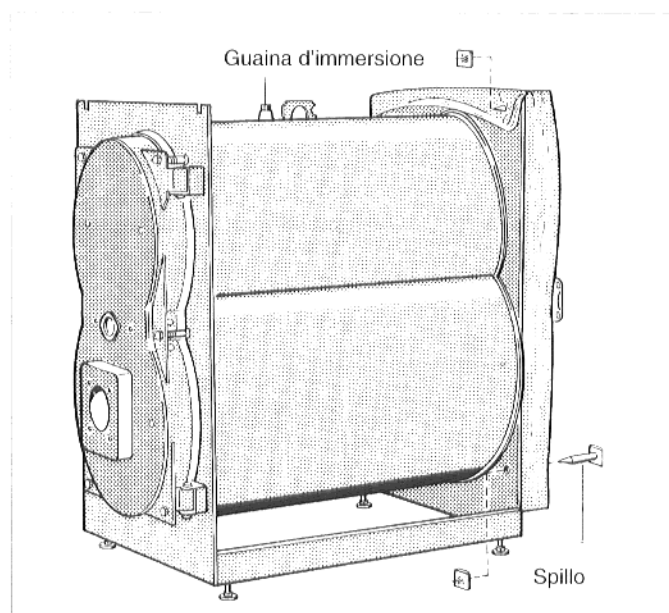

Fig. 4
- Appoggiare la coibentazione termica della parete posteriore alla parete posteriore del corpo della caldaia e fissare rispettivamente con due spilli e piastrine di sicurezza nella parte superiore ed inferiore (Fig. 4).
- Togliere il coperchio di protezione della guaina di immersione (Fig. 4).
La guaina d'immersione deve restare accessibile (Fig. 4).